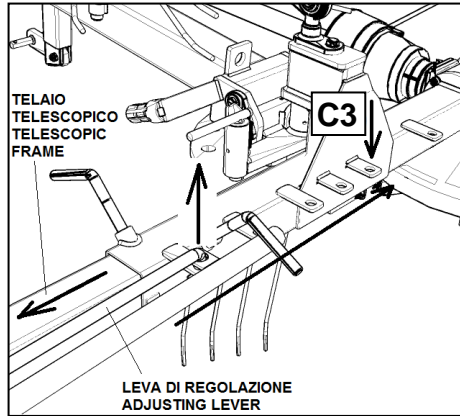

fig.6D
5. **Fig.6D** - Distanziare i due rotori sfilando il telaio telescopico ed inserire la leva di regolazione nella piastrina **C3**.
5. **Fig.6D** - Space out the two rotors, by pulling out the telescopic frame, and insert the adjusting lever in the plate **C3**.